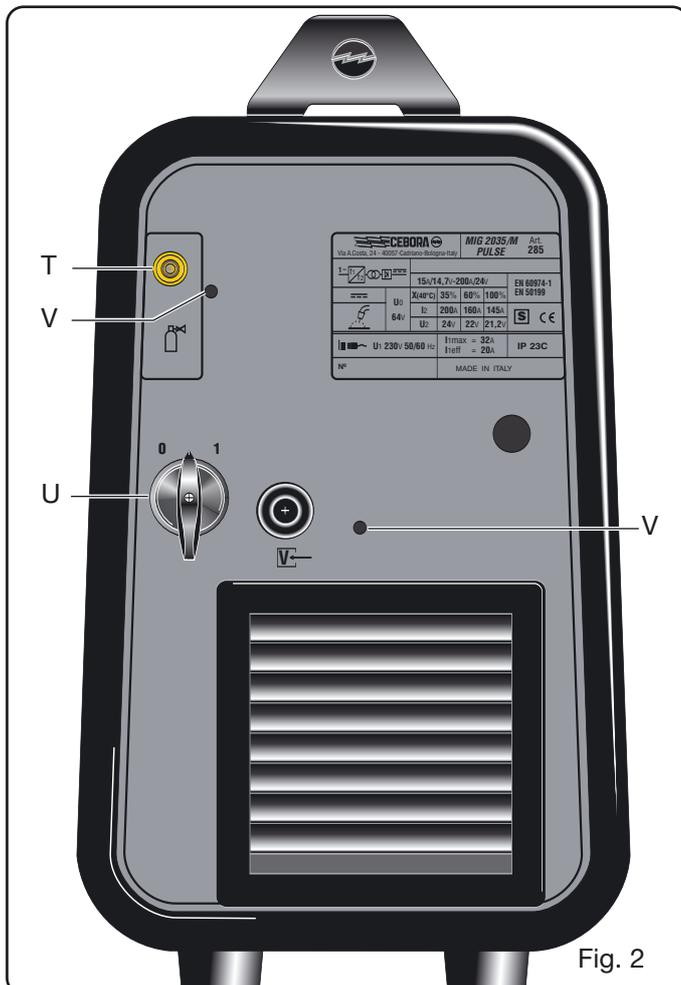

Fig. 2
3.3 BETJENINGSENHEDER PÅ BAGPANELET (Fig. 2)